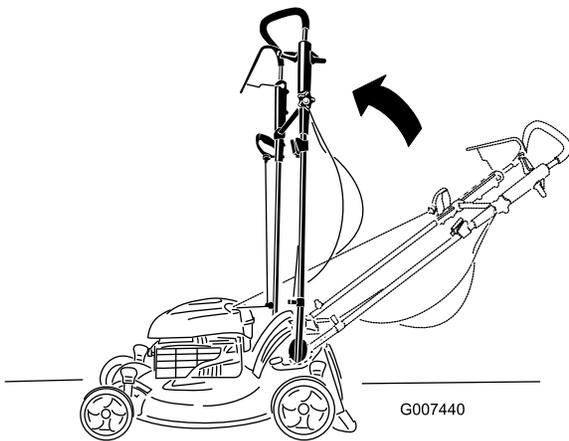

Figura 48
2. Spostate la stegola in posizione verticale (Figura 48).